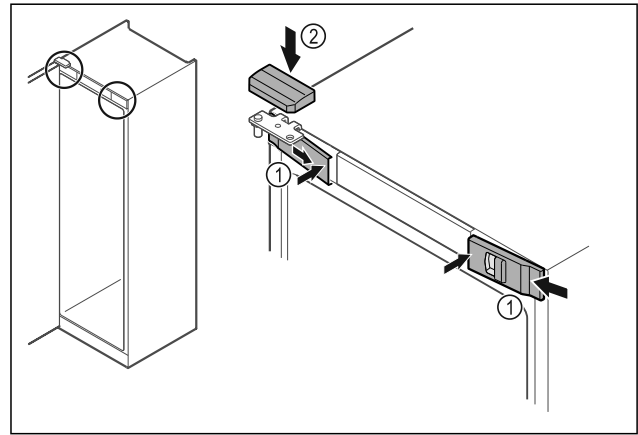

Fig. 46
- ▶ Αναρτήστε τα μπροστινά καλύμματα Fig. 46 (1) στο πλάι και κουμπώστε τα εσωτερικά.
- ▶ Κουμπώστε το επάνω κάλυμμα Fig. 46 (2) από πάνω.